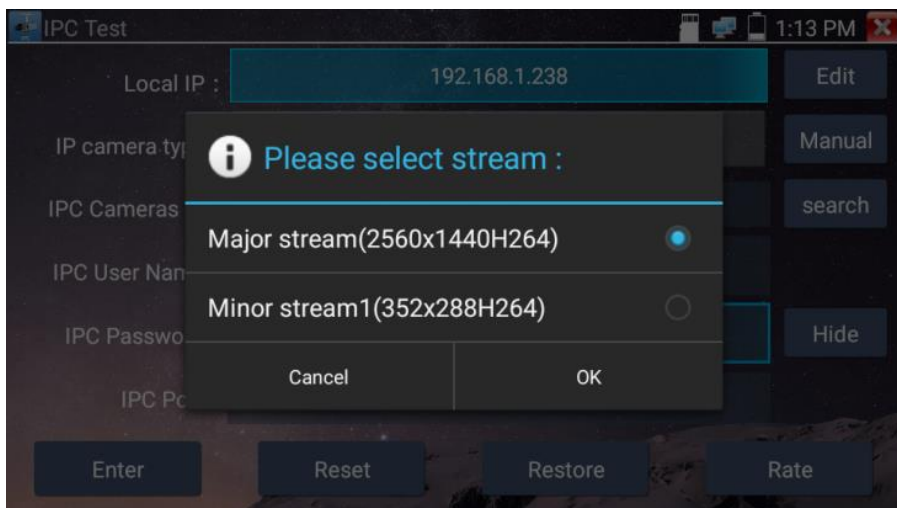

Рис. 61 Выбор потока для IP видеокamеры
- Stream code (Выбор потока). Позволяет выбрать основной или субвидеопоток (minor stream) для подключенной с использованием RTSP протокола IP видеокamеры (рис. 61).